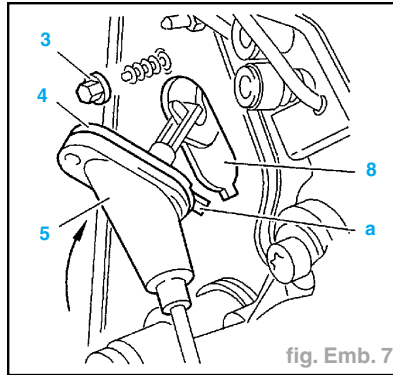

fig. Emb. 7
- Positionner le support de câble assemblé (4) ; (5) sur le tablier (8) en commençant par l'introduction de l'ergot (a) (fig. Emb. 7).
- Faire pivoter le support assemblé du câble (4) ; (5) suivant la flèche.
- Serrer l'écrou (3).
- Positionner le câble d'embrayage sur le levier et dans le support (2) sur boîte de vitesses.